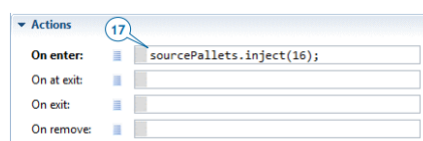

Рисунок 13.9 – Розділ «Дії»
– у полі *on enter* введіть таке: *sourcepallets.inject(16)*; функція *java* гарантує, що наша модель генерує 16 піддонів кожного разу, коли вантажівка починає розвантажуватися (рис. 13.9).